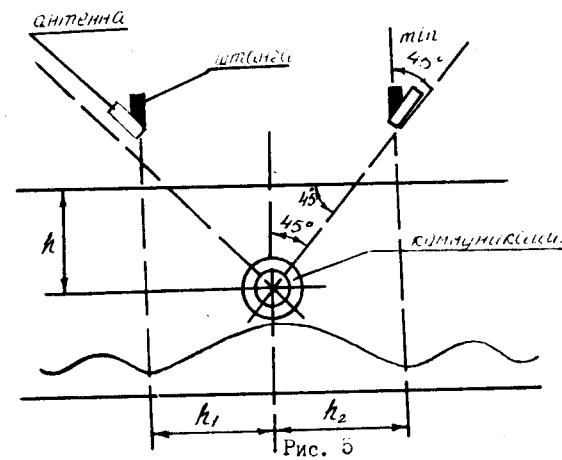

Рис. 5
Затем удалите ее в направлении, перпендикулярном направлению коммуникации до первого минимума слышимости сигнала (рис.5)
Определение глубины залегания коммуникации повторите, перемещая антенну в другом направлении от оси коммуникации до первого минимума слышимости сигнала (рис.5). Определить глубину залегания по формуле (2).